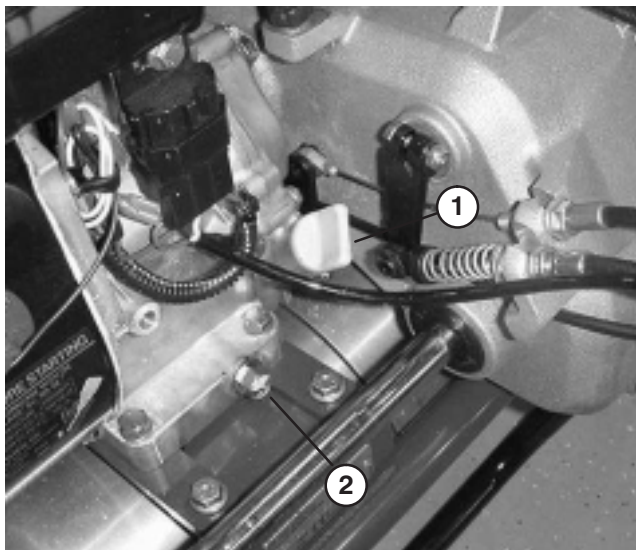

Figure 29
1. Disposez la machine de sorte que le moteur soit de niveau et nettoyez la surface autour de la jauge d'huile (Fig. 29).
2. Placez un bac de vidange sous le bouchon de vidange à l'arrière de la machine (Fig. 29). Enlevez le bouchon de vidange.